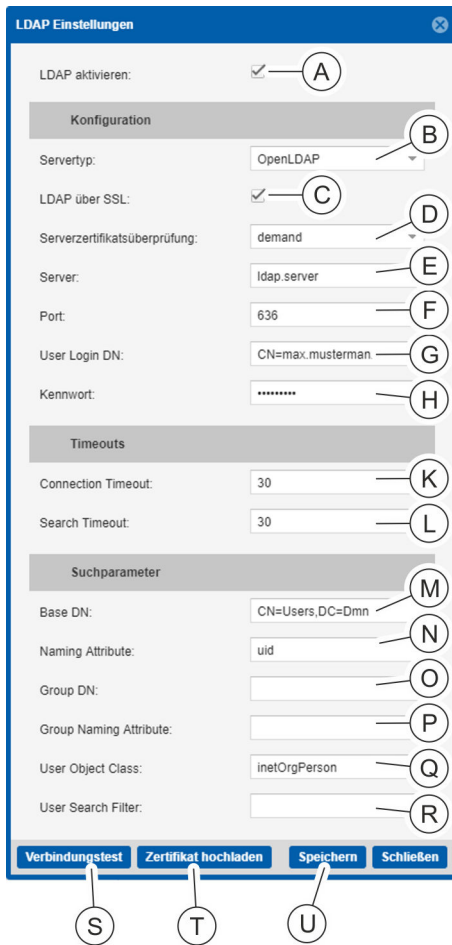

Abb. 148: Fenster "LDAP Einstellungen"
Die Eingabefelder „Group DN“ (Abb. 148/Ⓞ), „Group Naming Attribute“ (Abb. 148/Ⓞ) und „User Search Filter“ (Abb. 148/Ⓞ) werden in der aktuellen Version noch nicht unterstützt und können nicht genutzt werden.
Bei Bedarf kann auch ein Zertifikat in den LDAP Einstellungen auf die PDU hochgeladen werden (Abb. 148/Ⓞ).
2. Die Checkbox „LDAP aktivieren“ anklicken (Abb. 148/A), um den LDAP-Dienst zu aktivieren.
3. Über das Auswahlménú „Servertyp“ den Typ des eingesetzten Verzeichnisdienst-Servers auswählen (Abb. 148/B).
4. Gegebenenfalls die Checkbox „LDAP über SSL“ anklicken, um sicheres LDAP zu aktivieren (Abb. 148/C).
5. Gegebenenfalls über das Auswahlménú „Serverzertifikatsüberprüfung“ den Level der Prüfung des LDAP-Serverzertifikats auswählen (Abb. 148/D).
6. Die IPv4- oder IPv6-Adresse oder alternativ den Hostnamen des Verzeichnisdienst-Servers eintragen (Abb. 148/E).
7. Den Port für den LDAP-Dienst eintragen (Standard ist 389 für „LDAP“ bzw. 636 für „LDAP über SSL“) (Abb. 148/F).
8. Für die Verbindung zum Verzeichnisdienst den Benutzer (User Login DN) eintragen (Abb. 148/G) und das zugehörige Kennwort eintragen (Abb. 148/H).
9. Gegebenenfalls einen Timeout-Wert für die Verbindungsherstellung zum Verzeichnisdienst zwischen 1 und 60 Sekunden eintragen (Standardwert ist 30 Sekunden) (Abb. 148/K).
10. Gegebenenfalls einen Timeout-Wert für das Durchsuchen des Verzeichnisses zwischen 1 und 500 Sekunden eintragen (Standardwert ist 30 Sekunden) (Abb. 148/L).
11. Für die Suche im Verzeichnisdienst den Einstiegspunkt (Base DN) (Abb. 148/M) eintragen.
12. Bei Bedarf das "Naming Attribute" anpassen (Abb. 148/N). Dieses wird bei der Wahl des Servertyps für "MS Active Directory" automatisch auf "sAMAccountName" und für "OpenLDAP" auf "uid" gesetzt.
- 13.** ▶ Bei Bedarf die "User Object Class" anpassen (Abb. 148/©). Diese wird bei der Wahl des Servertyps für "MS Active Directory" automatisch auf "user" und für "OpenLDAP" auf "inetOrgPerson" gesetzt.
- 14.** ▶ Verbindung zum Verzeichnisdienst über die Schaltfläche „*Verbindungstest*“ (Abb. 148/©) prüfen.
- 15.** ▶ Eingabe über die Schaltfläche „*Speichern*“ (Abb. 148/©) bestätigen.